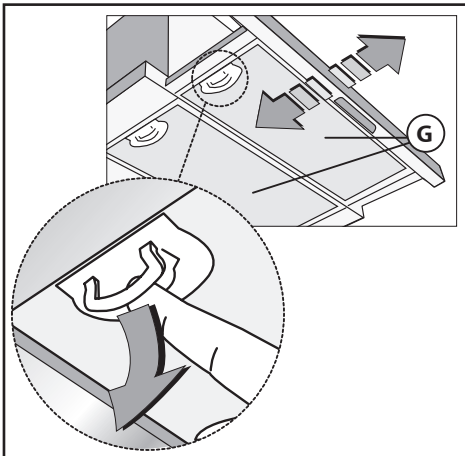
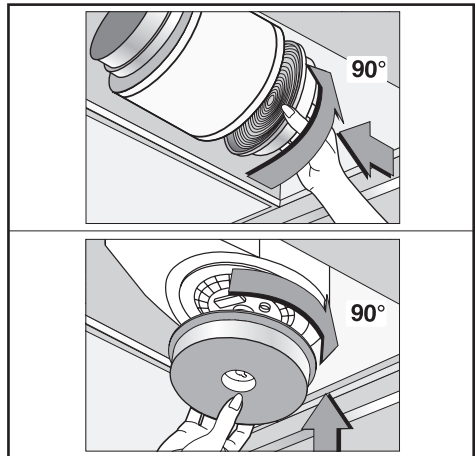

Fig.4
Fig.5
• Minimums distancen mellem kogeoverfladen, målt fra selve kogepladerne, og den nederste del af emhætten, skal være mindst **65 cm**. Hvis der anvendes et forbindelsesrør bestående af to eller flere dele, skal den øverste del placeres udenpå den nederste. Tilslut ikke udledningen fra emhætten med et rør, hvori der cirkulerer varm luft eller som anvendes til at udlede røg fra apparater, der ikke bruger elektrisk energi. Inden man begynder monteringen fjernes filtret (Fig.4) for at gøre håndteringen af apparatet lettere.
For at ændre hættens fra at fungere som sugeenhed til at fungere som filterenhed skal De rette henvendelse til Deres forhandler for at få de aktive kulfiltre. Filtrene skal påsættes sugeenheden i hættens og skal centreret i samme og drejes 90 grader indtil blokering (Fig.5). For at kunne udføre denne handling skal man fjerne ristene **G** (Fig.4). Luften sendes tilbage til omgivelserne gennem et forbindelsesrør, der passerer gennem møblet og er forbundet til samlingen **H** (Fig.3B).